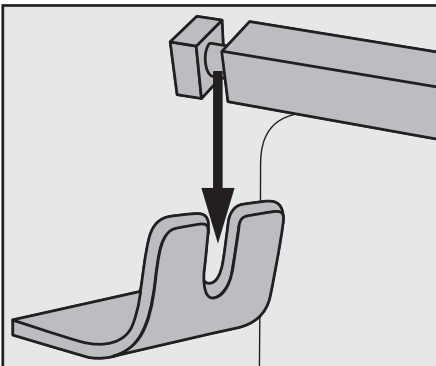

Fig. 2 : Poser le tournebroche **16** dans le logement du tournebroche **9**
■ Posez ensuite l'autre extrémité du tournebroche **16** avec la rainure profonde dans le logement du tournebroche **9** (fig. 2) :